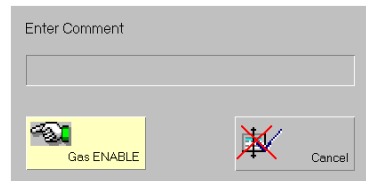

Figure 14: Pop-up Gas Enable
- Un pop-up s'ouvre (Figure 14):